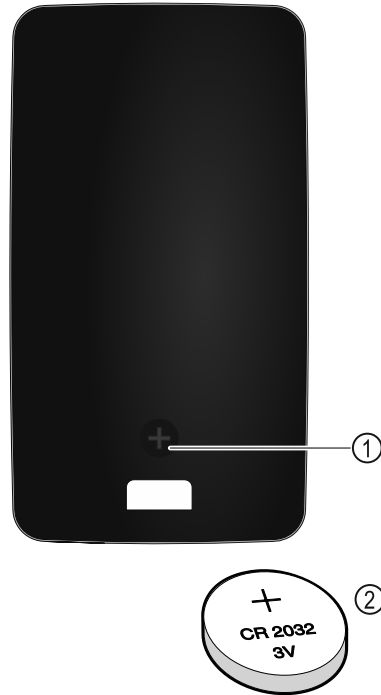

Fig. 141
Електроживлення дистанційного керування відбувається через батарею тип CR 2032 з 3В Fig. 141 (2), яку можна отримати в спеціальних магазинах.
- ▶ Викрутити гвинт Fig. 141 (1) дистанційного керування.